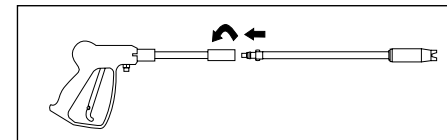

Figura 7 - Conexión de la pistola y lanza
1. Inserte la lanza en la pistola y gírela en el sentido de las agujas del reloj hasta que llegue a su tope, como se muestra en la Figura 7.